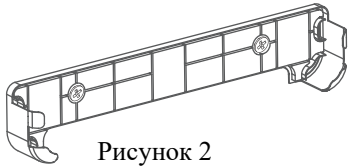

Рисунок 2
- 2. Приклейте основание пульта к подходящей поверхности. (см. рис. 2)